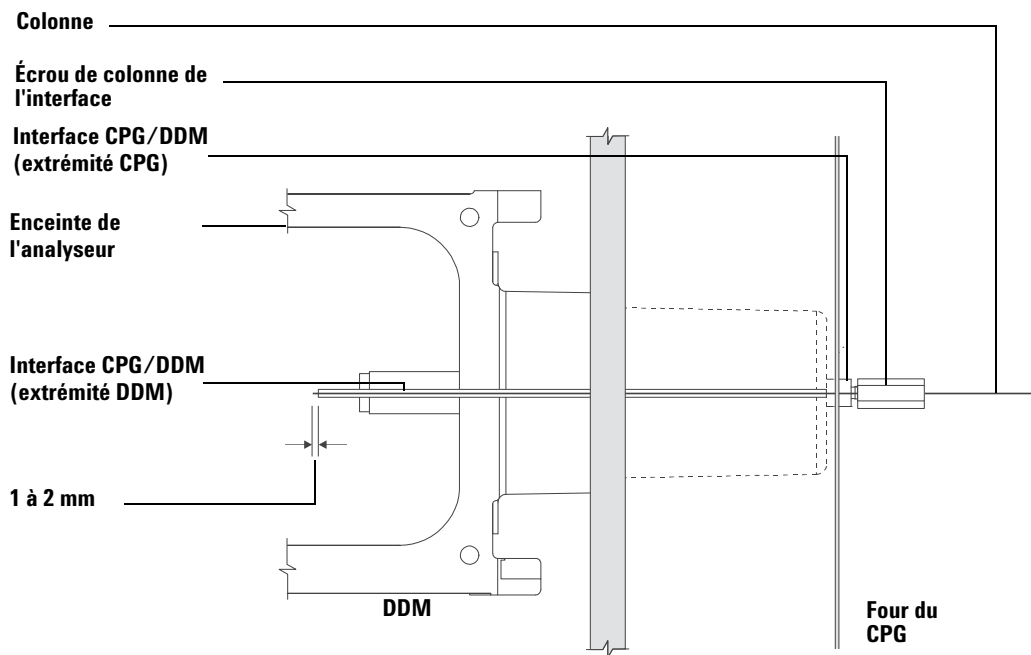

Figure 8 Installation d'une colonne capillaire dans l'interface CPG/DDM
- 5 Enfiler la colonne dans l'interface CPG/DDM (Figure 8) jusqu'à ce qu'on puisse la tirer du côté enceinte de l'analyseur.